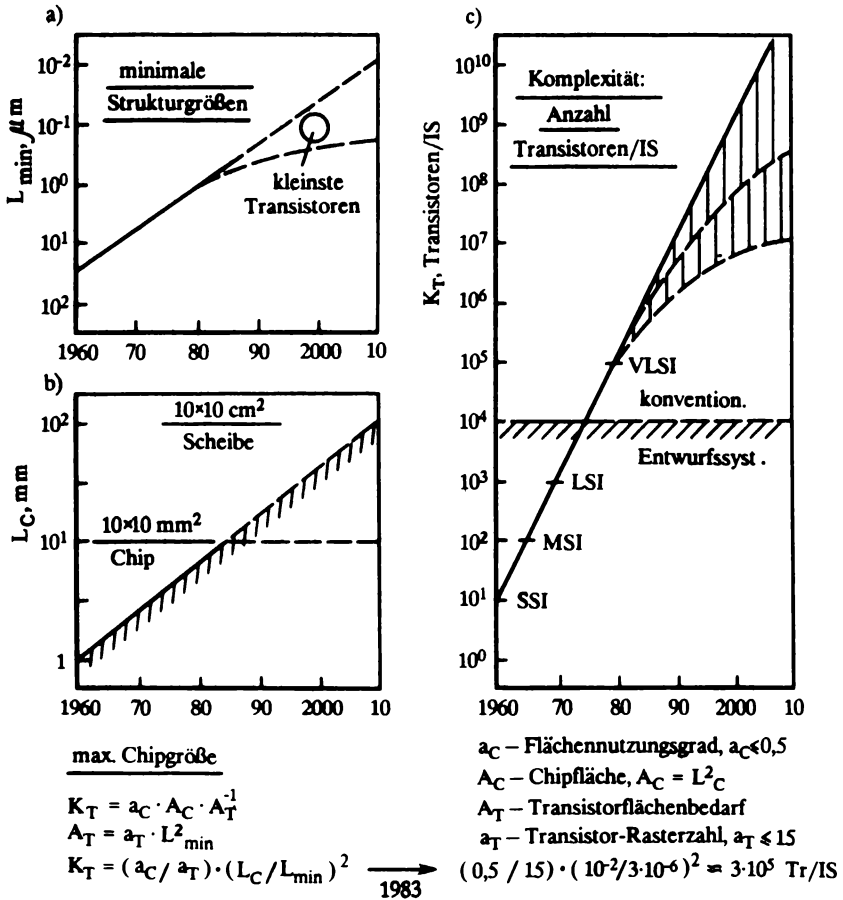

Abb.2. Technologiebedingte Komplexitätsentwicklung
2. In Abb. 2 wird die Komplexitätsentwicklung für IS¹ dargestellt und in die Zukunft verlängert. Dabei ist eine ganz entscheidende Einflußgröße die technologisch erreichbare minimale Strukturgröße² L_M . Hier hat es in den letzten Jahren eine (im gegebenen Maßstab) lineare Weiterentwicklung zu immer kleineren Strukturen gegeben. Man darf annehmen, daß diese Entwicklung anhalten wird und im ungünstigsten Falle nach 2000 einem Grenzwert bei $0,1 \mu m$ zustrebt (für Forschungszwecke werden solche Strukturen bereits jetzt bearbeitet). Eine zweite entscheidende Einflußgröße ist die maximale Chipgröße I_C . Sie ergibt sich hauptsächlich aus der Kristall- und Bearbeitungsfehlerzahl³ je Flächeneinheit und daher aus der Chipausbeute⁴. Auch hier werden lineare Verbesserungen⁵ erreicht. Geht
man davon aus, daß diese Verzehnfachung etwa 20 Jahre anhält (siehe Abb. 2), ergibt sich eine gerade Verlängerung⁶. Im ungünstigsten Falle kommt man nicht über Chips mit 10 mm Kantenlänge hinaus, wie sie z.Z. bereits in Grenzfällen eingesetzt werden.
2. Ознакомьтесь с подписью к рис. 2 и скажите, что здесь изображено.